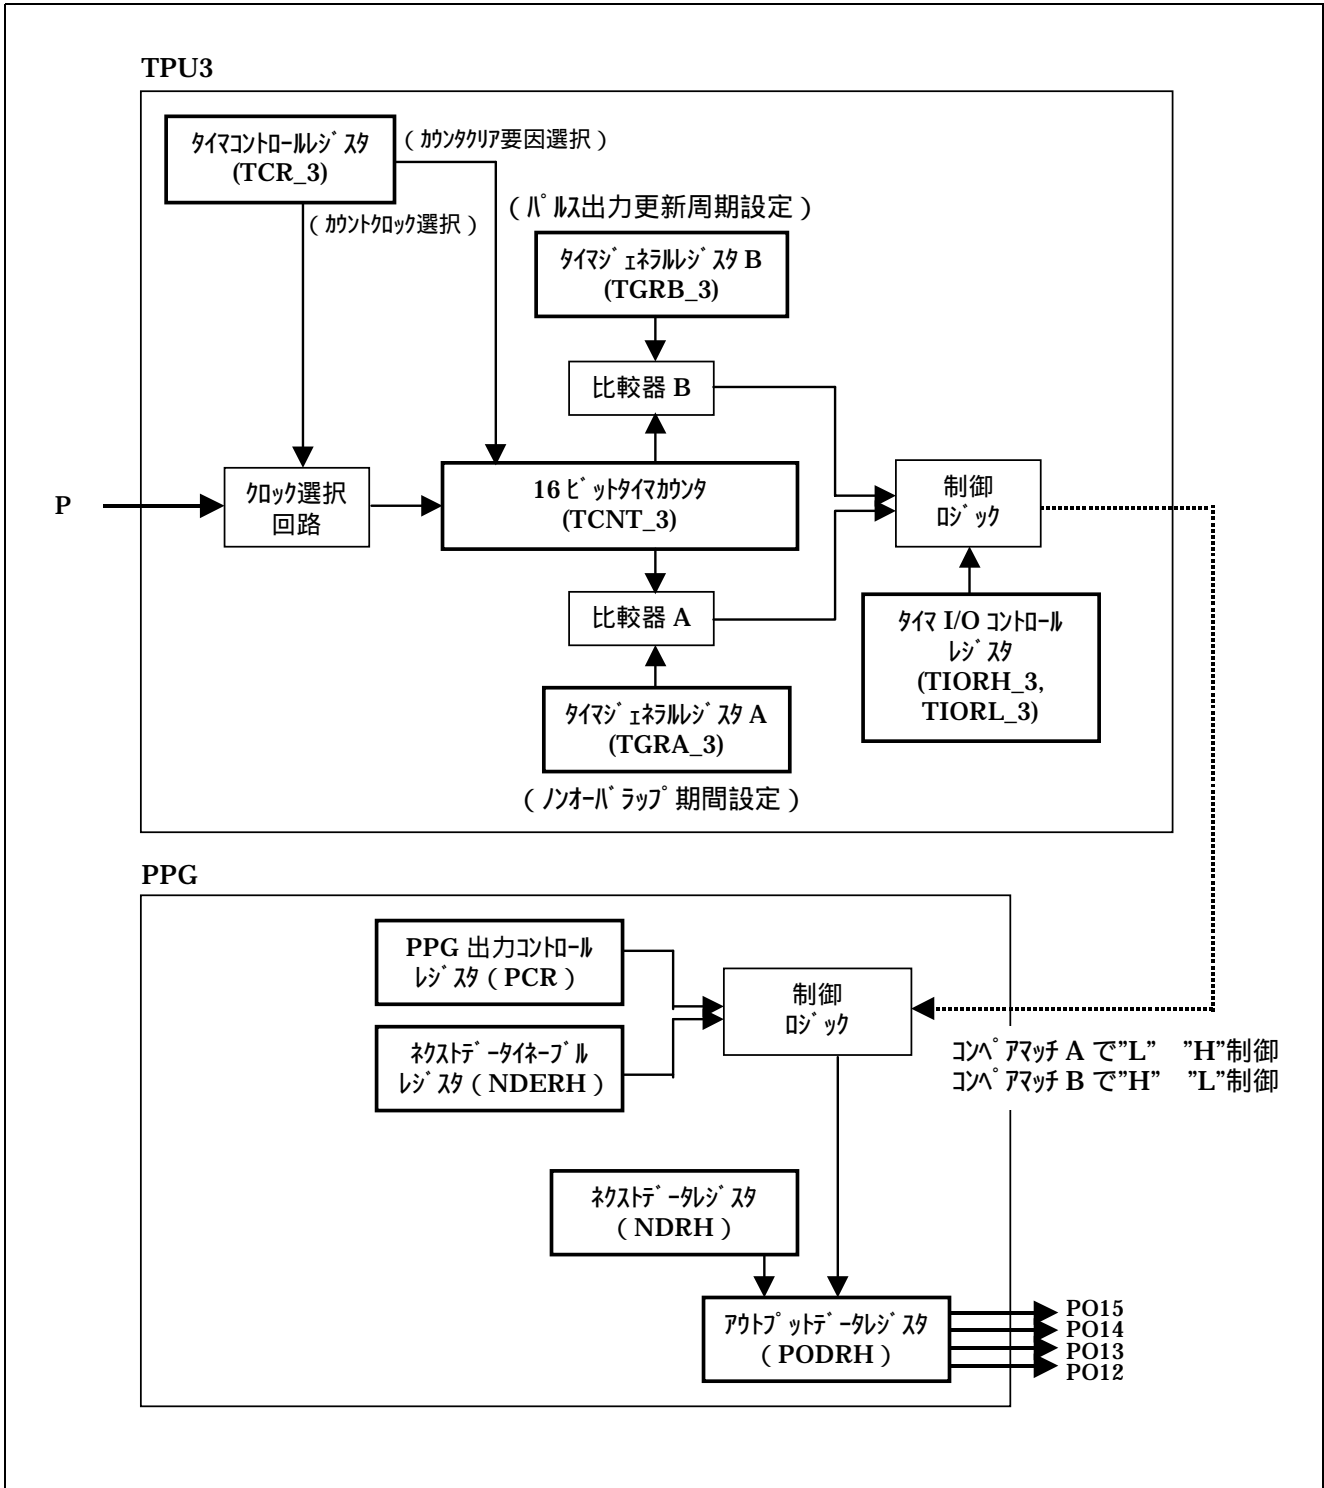

図 1 PPG を用いた 4 相パルス出力ブロック図
16 ビットタイマパルスユニットのチャンネル 3 (TPU3) とプログラマブルパルスジェネレータ (PPG) の出力グループ 3 を用いたサンプルを示します。TPU3 のタイマジェネラルレジスタ A (TGRA_3) とタイマジェネラルレジスタ B (TGRB_3) のコンペアマッチをパルス出力のトリガとして使用します。PPG ではコンペアマッチ B ではパルス出力の "H" "L" が行われ、コンペアマッチ A ではパルス出力の "L" "H" が行われます。したがってコンペアマッチ B 発生からコンペアマッチ A 発生までの間がノンオーバーラップ期間となります。PPG のネクストデータレジスタ (NDR) の更新処理はコンペアマッチ B 発生からコンペアマッチ A 発生までの間には行わず、コンペアマッチ A 発生からコンペアマッチ B 発生までの間に行う (実装としてはコンペアマッチ A 割り込み処理内で行う) ことになります。パルス出力のタイミングはタイマジェネラルレジスタに設定できる値の範囲で任意に設定できます。周辺モジュールクロック (P) 25MHz 動作時でカウントクロックを P / 1 とした場合、タイマジェネラルレジスタに設定できるのは最大 2.62msec までとなります。図 1 にブロック図を示します。